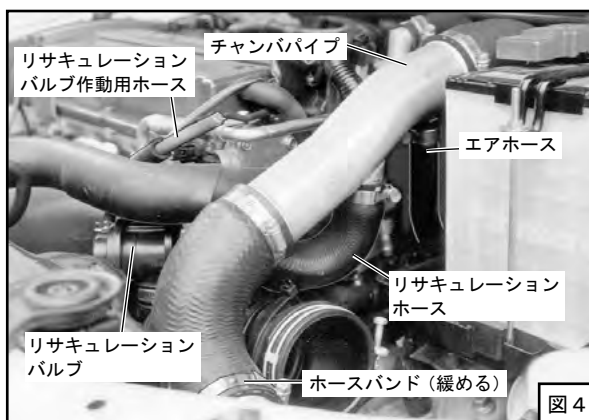

図 4
- (7) エアホース・リサキュレーションホース・チャンバパイプのホースバンドを緩め、チャンバパイプを取外してください。（図4）
- (8) リサキュレーション作動用ホース・リサキュレーションバルブを取外してください。（再使用します）（図4）